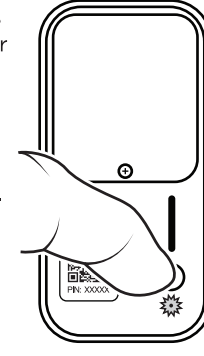

FIGURE 1
3. Appuyez sur le bouton de programmation et relâchez-le. Cela lance le processus d'ajout manuel. La LED clignote rapidement en bleu lorsque le processus d'ajout commence (voir Figure 1).